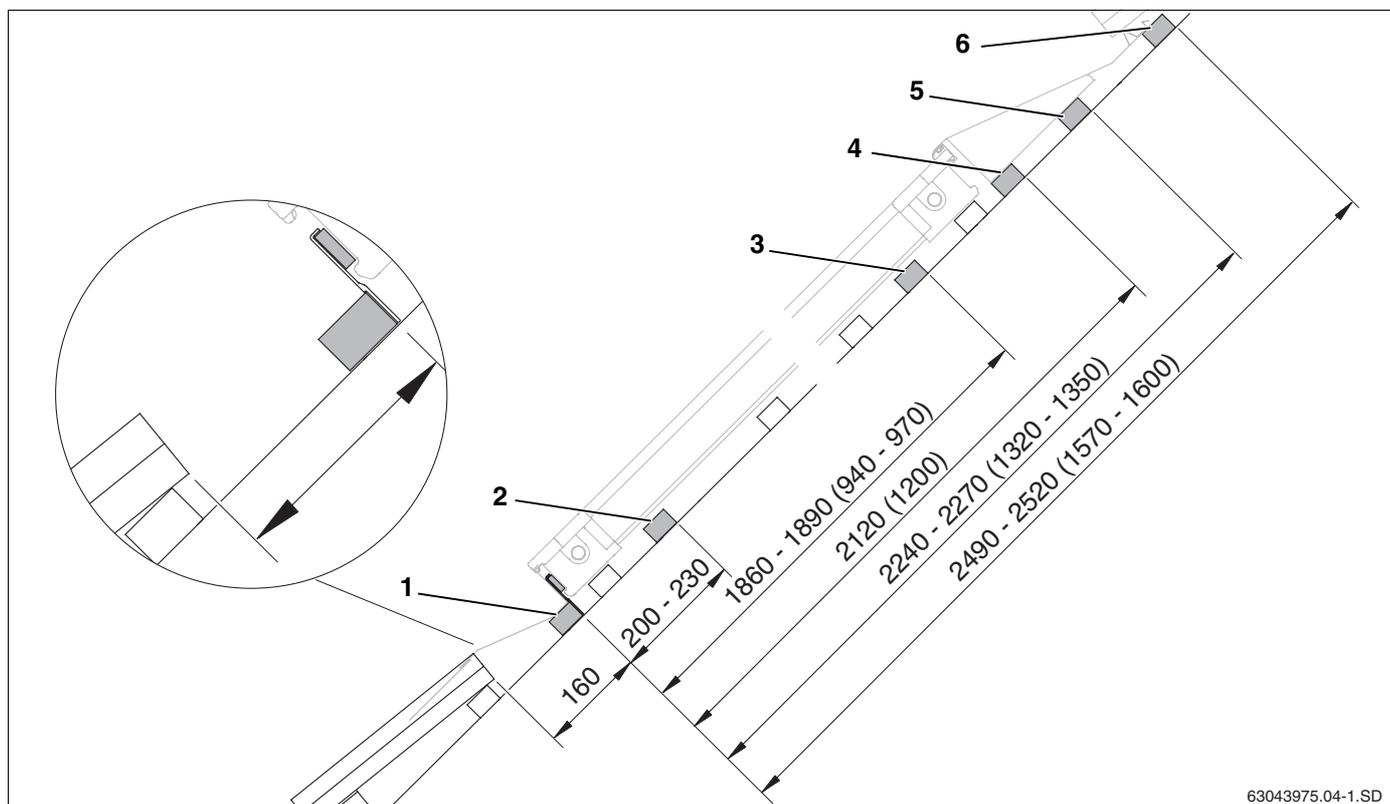

Fig. 14 Distanze dei listelli da tetto aggiuntivi in caso di montaggio di una serie di collettori (misure in mm, valori tra parentesi = versione orizzontale)
- Applicare il primo listello da tetto con le sicurezze anti scivolamento premontate (fig. 14, **pos. 1**).
- Applicare nella parte inferiore il secondo listello da tetto per i giunti di collegamento laterali (fig. 14, **pos. 2**).
- Applicare nella parte superiore il terzo listello da tetto per i giunti di collegamento laterali (fig. 14, **pos. 3**).
- Applicare il quarto listello da tetto per il sostegno del cuneo di polistirolo della lamiera di copertura superiore (fig. 14, **pos. 4**).
- Applicare il quinto listello da tetto per il sostegno delle lamiere di copertura superiori (fig. 14, **pos. 5**).
- Applicare il sesto listello da tetto per il sostegno e il fissaggio delle lamiere di copertura superiori (fig. 14, **pos. 6**).
In caso di montaggio di più serie di collettori, i listelli da tetto della prima fila devono essere installati come per il montaggio di una serie di collettori (fig. 14). Nella serie inferiore, il 5° e il 6° listello non trovano applicazione.